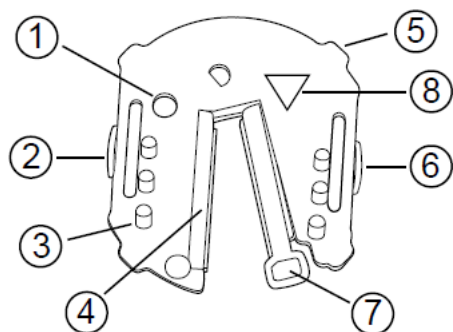
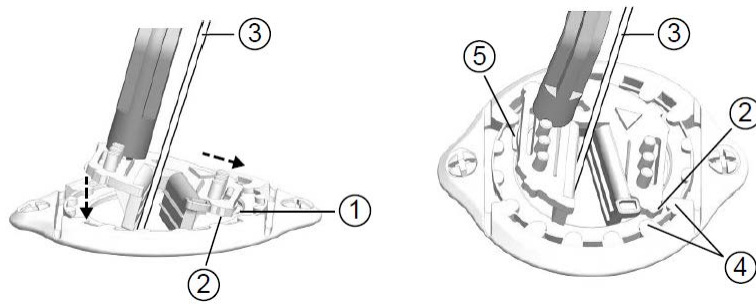

Figura 30. Herramientas del clip de soporte (vista superior).
Figura 31. Inserción del clip de soporte en la base.
- ① Orificio
- ② Pestaña 2
- ③ Pata del soporte del electrodo
- ④ Lado estático del mecanismo de fijación
- ⑤ Herramienta de orientación del clip de soporte
- ⑥ Pestaña 1
- ⑦ Hendidura de cierre del mecanismo de fijación
- ⑧ Herramienta de orientación triangular
2. Inserte completamente la punta metálica de la herramienta de inserción en el pequeño orificio situado cerca de la pestaña 2 del clip de soporte (Figura 30).
3. Utilice la herramienta de inserción para doblar el clip de soporte y alinearlos con la base, y sitúe el lado estático del mecanismo de fijación contra el electrodo (Figura 30 y Figura 31).
4. Inserte la pestaña 1 del clip de soporte formando un ángulo mientras alinea las herramientas de orientación del clip de soporte con las herramientas de orientación de la base (Figura 31).
5. Presione la pestaña 2 del clip de soporte en la base y compruebe que el clip de soporte está completamente conectado a la base (Figura 31).